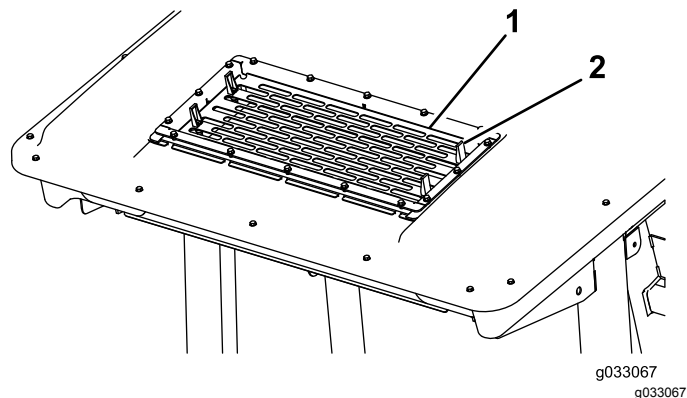

図 81
2. エアコン用スクリーンのタブ4個 図 81 を外してスクリーンを取り外す。